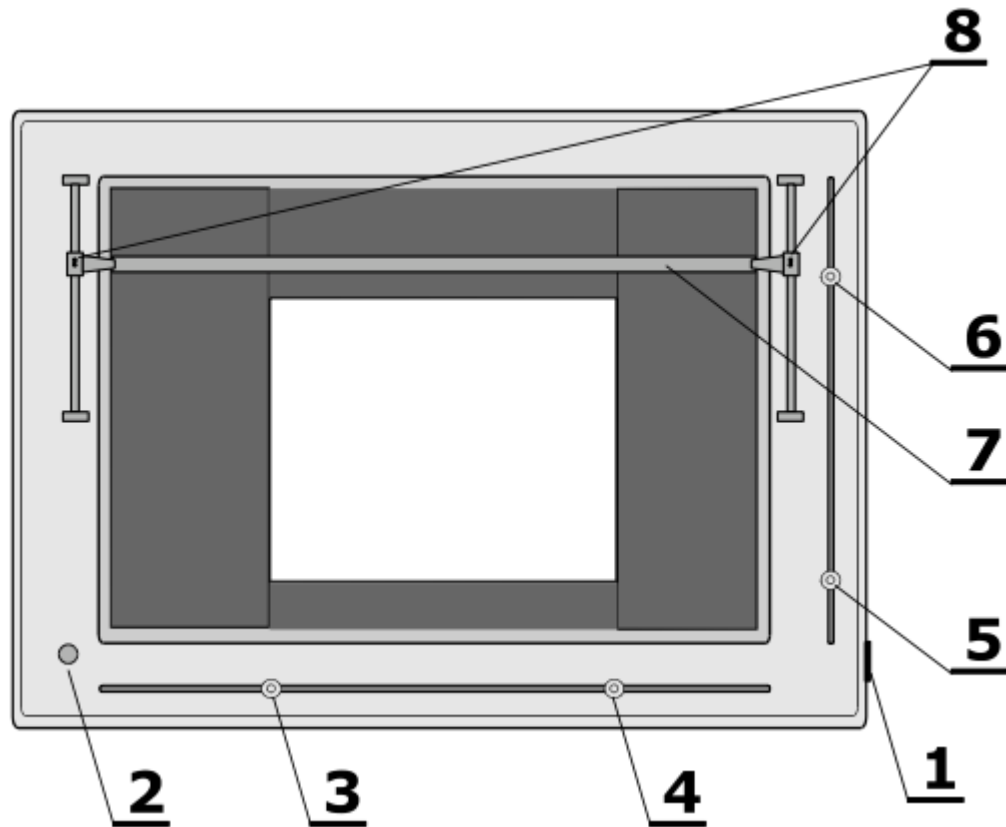
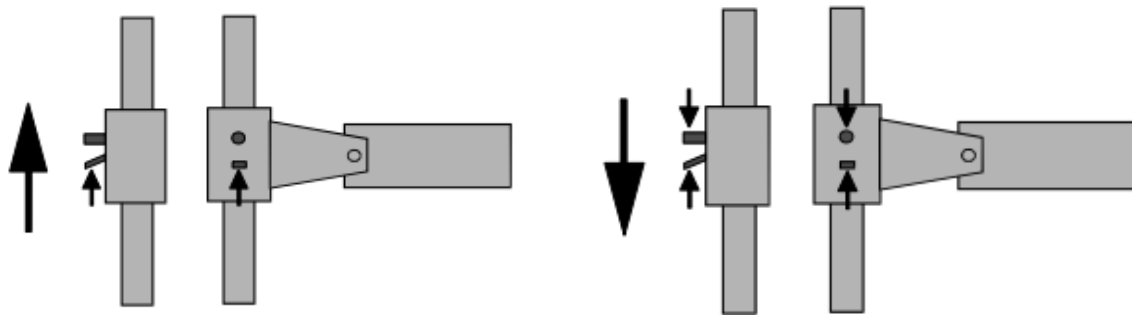

Figure 2. NGPxx mZU
Figure 3: Mouvement de la barre mobile (sur NGP31/41mZU)
- La barre mobile (repère 7, figure 2) peut être déplacée vers le haut en exerçant simultanément une légère pression dans cette direction sur les pattes inférieures des freins de chaque côté de la barre (repère 8, figure 2) et vers le bas en utilisant les pattes supérieures (cf. figure 3)